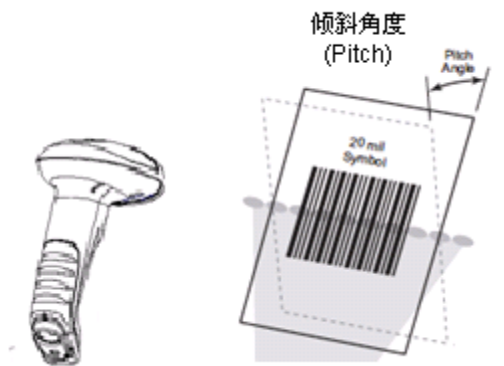

图 1-14
- ◇ 倾斜角度(Pitch)： $\pm 55^\circ$ ；测试条件为 0° 旋转角及 0° 偏转角（见图 1-14）